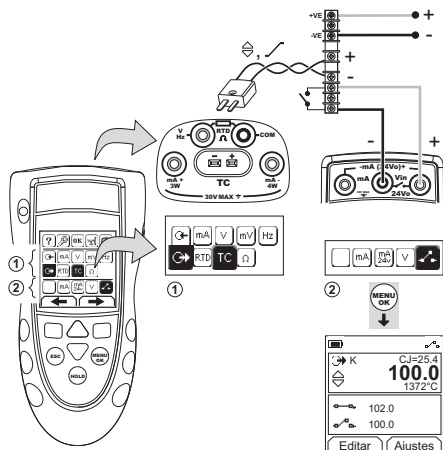

Figura 12: Exemplo de configuração: teste de chave
1. Conecte o instrumento (Figura 12) e, se necessário, ajuste a Configuração (Tabela 1).